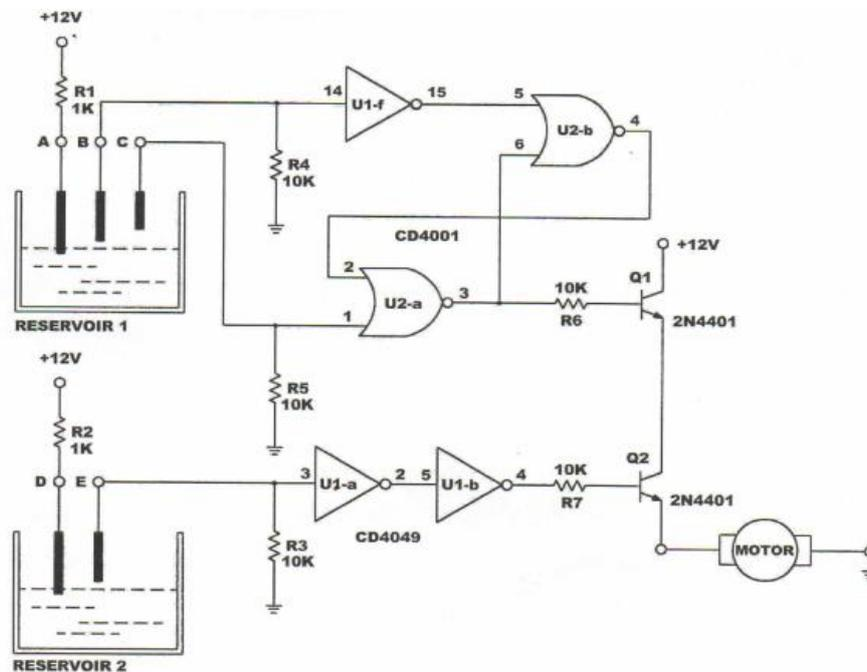

Figure 1. Montage de la manipulation à réaliser
5. Reportez-vous à la figure 1, deux tasses en plastique doivent être remplis à 50 % de leur capacité avec de l'eau. Un réservoir est le **réservoir général** (RESERVOIR 2) et un autre est le réservoir de l'étage supérieur (RESERVOIR 1).
6. Connectez les sondes. Placez la sonde **D** dans le réservoir général(2), la sonde **A** dans le réservoir de l'étage supérieur (1) et les autres sondes sont libres. Observez le moteur. Est-ce que ça marche ?